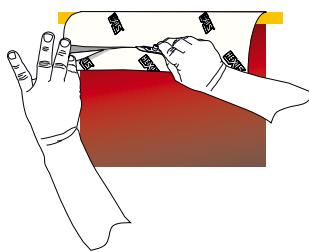

Figure 05
- › Fendre le liner à environ 10 cm du bord avec le SHAGCUT puis retirer la partie supérieure. (FIG. 05)